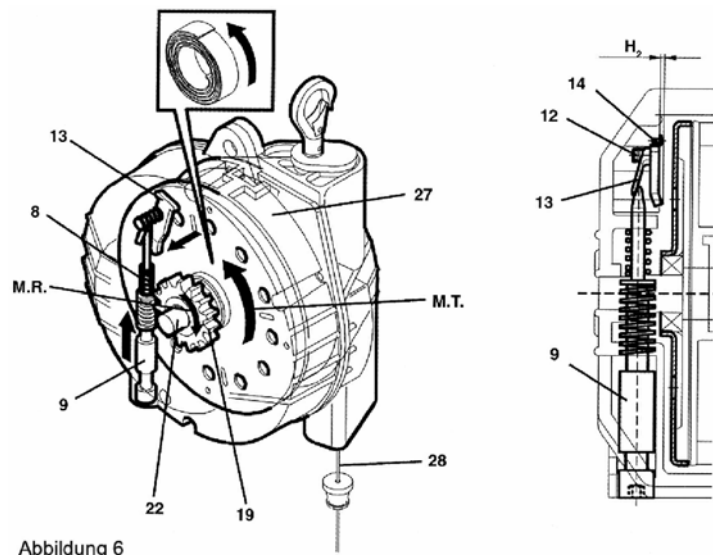

Abbildung 6
Unter normalen Bedingungen hält das Torsionsmoment „M.T.“ der Feder im Inneren der Trommel, über das Zahngetriebe wird die Schraube (9) nach oben gedrückt und das Ende der Schraube hält die Sicherheitsvorrichtung (13) blockiert und entfernt von der Scheibe der Trommel (Abbildung 6, Nr. 27).
Das Torsionsmoment „M.T.“ der Feder in der Trommel (Abbildung 6, Nr.27) kompensiert über das Seil (28) die im Karabinerhaken (29) aufgehängte Last. Die Kegelverjüngung der Trommel gleicht die Änderung des Torsionsmoments bei Änderung der Drehzahl aus. Das Reaktionsmoment „M.R.“ an der Welle (22) drückt über das Zahngetriebe (19) die Schraube (9) nach oben, welche die Feder (8) komprimiert und die Vorrichtung (13) dazu zwingt, zurückzufahren und die Metallscheibe und die Trommel frei drehen zu lassen.